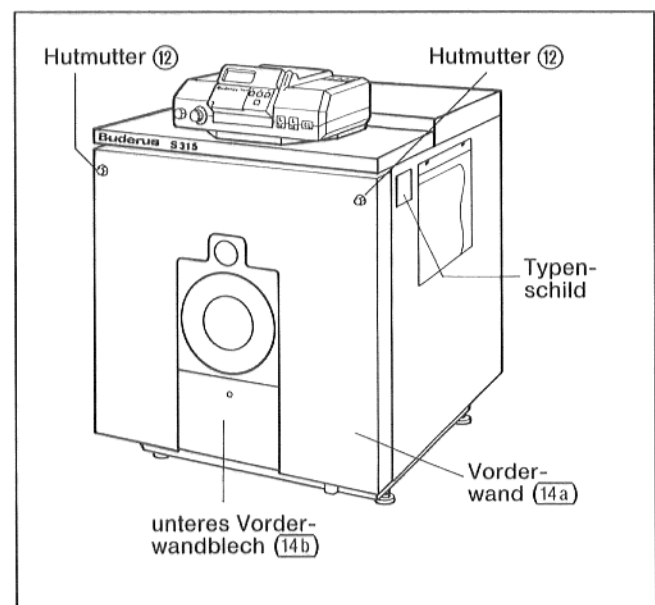

Abb. 21
- Unteres Vorderwandblech (14b) mit Blechschraube an Brennertür anschrauben (Abb. 21).
- Vorderwand (14a) in die Ausbrüche in den Seitenwandabkantungen einschieben und mit der Bohrung rechts und links in die Gewindestifte einhängen (Abb. 21).
Zweites Typenschild je nach örtlichen Verhältnissen an rechter oder linken Seitenwand befestigen (Abb. 21).